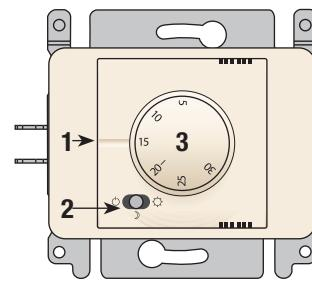

Abb.3
Teile (Abb.3)
1. Eingestellter Wert: der Strich zeigt auf die gewünschte Temperatur (z.B. in Abb. 3 ist der Thermostat auf 15°C eingestellt).